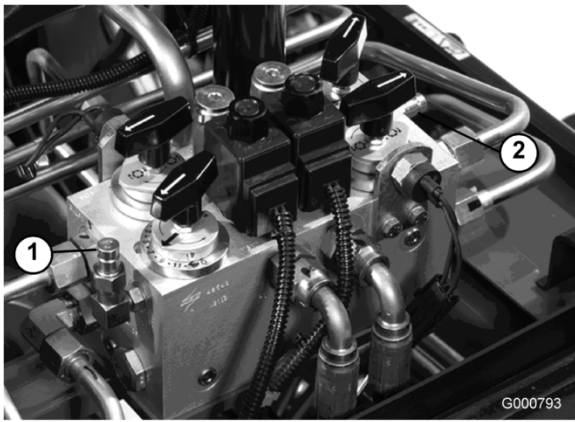

Bild 68
2. Mit dem Testanschluss B (Bild 68) wird der Hydraulikschaltkreis für die vorderen Mähwerke geprüft.
3. Mit dem Testanschluss C (Bild 68) wird der Hydraulikschaltkreis für die hinteren Mähwerke geprüft.